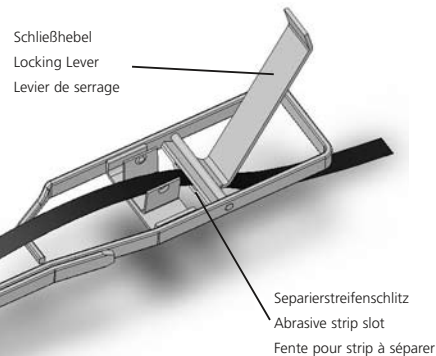

Fig. 4
4. With the abrasive strip locked in the front of the instrument, slide the opposite end of the abrasive strip through the "abrasive strip slot" located on the bottom of the locking lever as shown in fig. 4.
4. Conduisez maintenant l'extrémité du strip opposée à la partie du strip fermement ancrée à travers la fente pour strip à séparer se situant au bas du levier de serrage, voir figure 4.